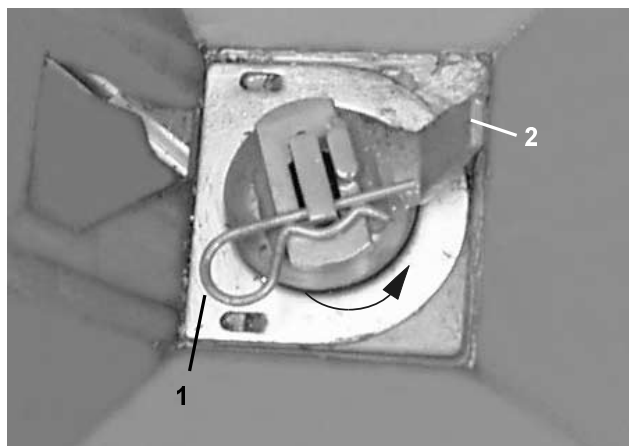

Fig. 40
- Veerbelaste pen (Fig. 40/1) er uit trekken.